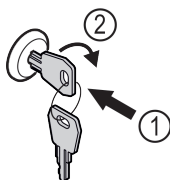

Fig. 73 Immagine a titolo di esempio
- ▶ Inserire la chiave Fig. 73 (1).
- ▶ Ruotare la chiave di 90° in senso orario Fig. 73 (2).